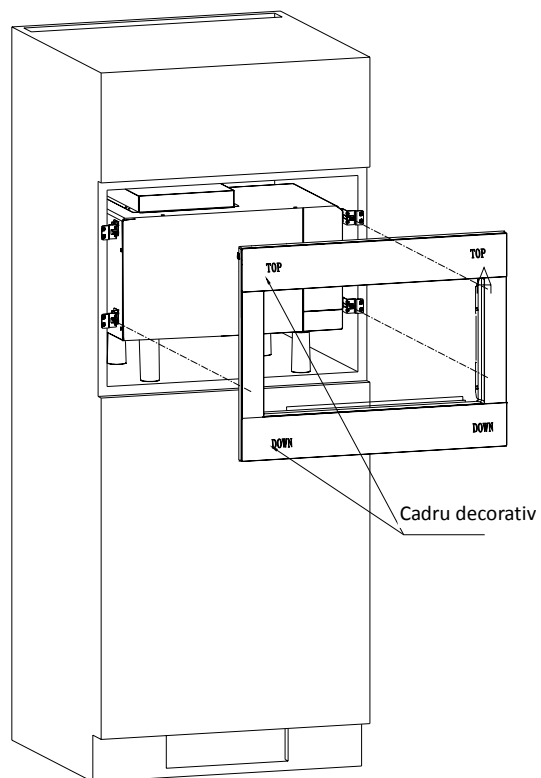

Fig 5
- e) Fixați cadru decorativ pe suporturi, așa cum este indicat în Fig. 5.